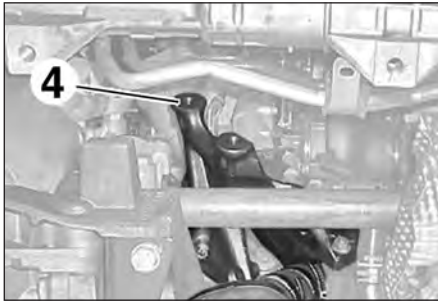

FIG.64
- le support du précatalyseur (4) (Fig.64).